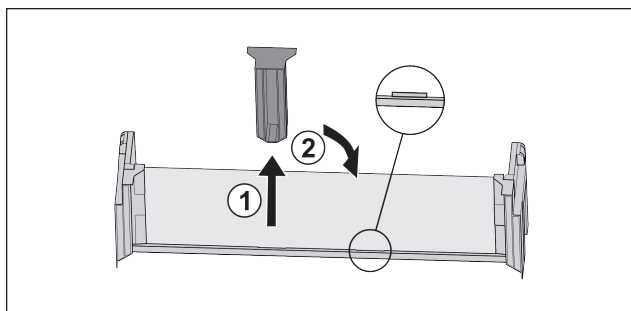

Fig. 118
- ▶ Витягнути середню деталь для підтримки Fig. 118 (1).
- ▶ Вставити середню деталь для підтримки на друге положення Fig. 118 (2).